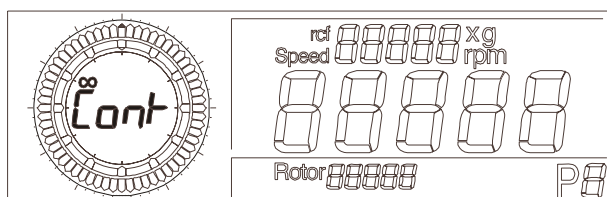

Abb. 5.11: Anzeige Dauerbetrieb
- von der Zeiteinstellung 11:59 im Uhrzeigersinn eine Einstellung weiter. Die Anzeige "cont" und das Symbol "∞" erscheint (Abb. 5.11).